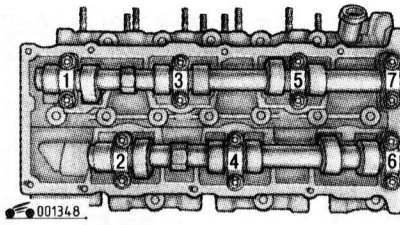

Рис. 4.22. Распределительные валы и крышки их подшипников
1. Отверните гайки крепления крышек 1-го и 7-го подшипников (рис. 4.22). Снимите крышки.